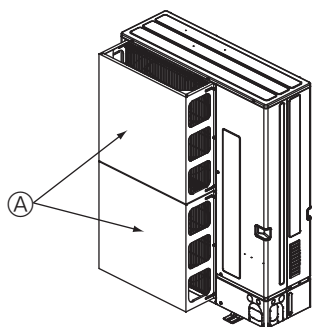

Fig. 2-15
① Құрылғы тайфун, т. б. сияқты қатты желдердің салдарынан тікелей ауа өткізгішке кіріп кетуі мүмкін орынға орнатылған болса, қосымша ауа қорғаныс бағыттауышын орнатыңыз. (Fig. 2-15)